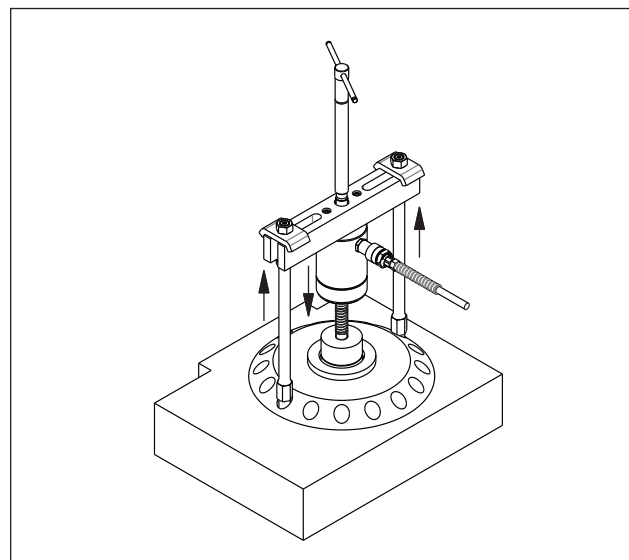

図10: クロスベアリングプーラー (一般的)
- ・ベアリング、プーリーまたはその他の取り外すアイテムにプーラーを取り付けます。プーラーのレッグを調整します。図10を参照してください。